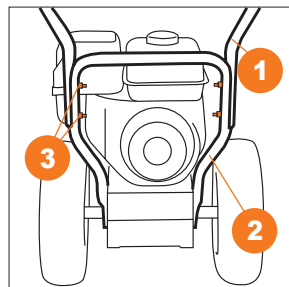

Рис. 3
- Соедините панель оператора **1** с нижней частью рукоятки **2** с помощью четырех болтов, шайб и гаек **3** (Рис. 3)